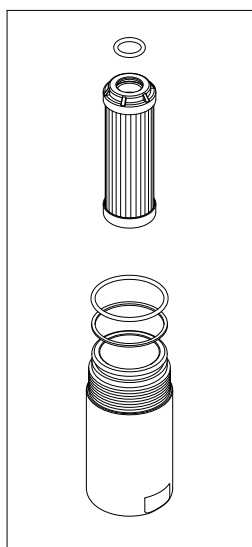

fig. 13
- (Fig. 13) Alloggiare 1°: l'anello antiestrusione e 2°: l'O-ring nella gola del contenitore, inserire l'O-ring nel cerchietto dell'elemento filtrante